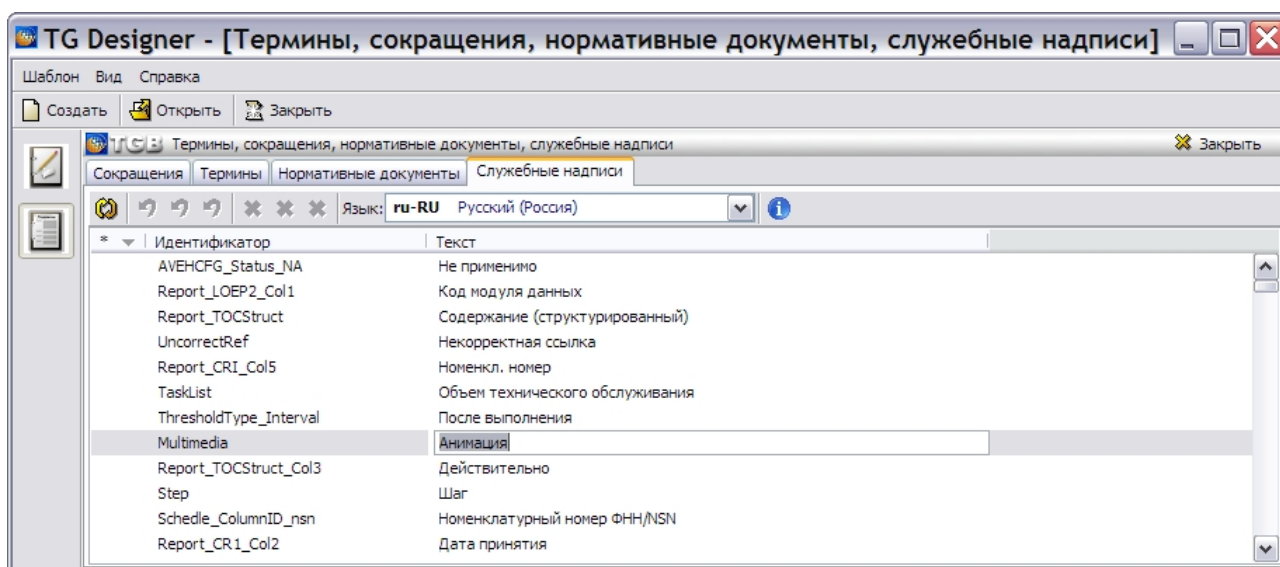

Рис. 7.20
3. Выберите из контекстного меню команду **Редактировать выделенный элемент**. При этом значение в столбце **Текст** станет доступно для редактирования (Рис. 7.20).